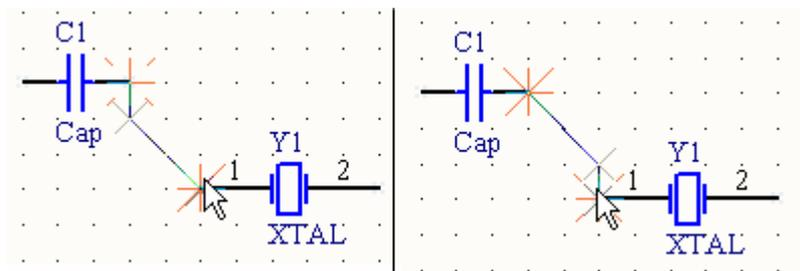

图 3-59 45° 转弯模式
- 图 3-59 是 45° 走线模式，转弯处可以是 90° 或者 45° 角，按空格键改变转角方向。